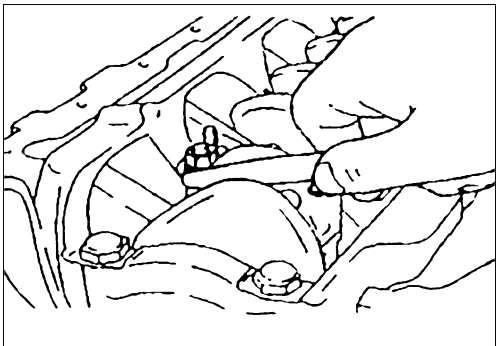

图 2-128 测量轴向间隙
② 如图 2-128 所示，确认连杆大端的轴向间隙是否合适。